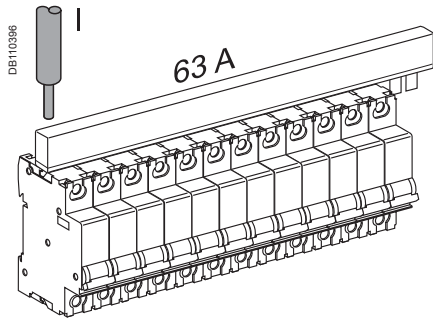

Fig. 1
- 63 A alimentación sencilla de servicio (ver fig. 1).